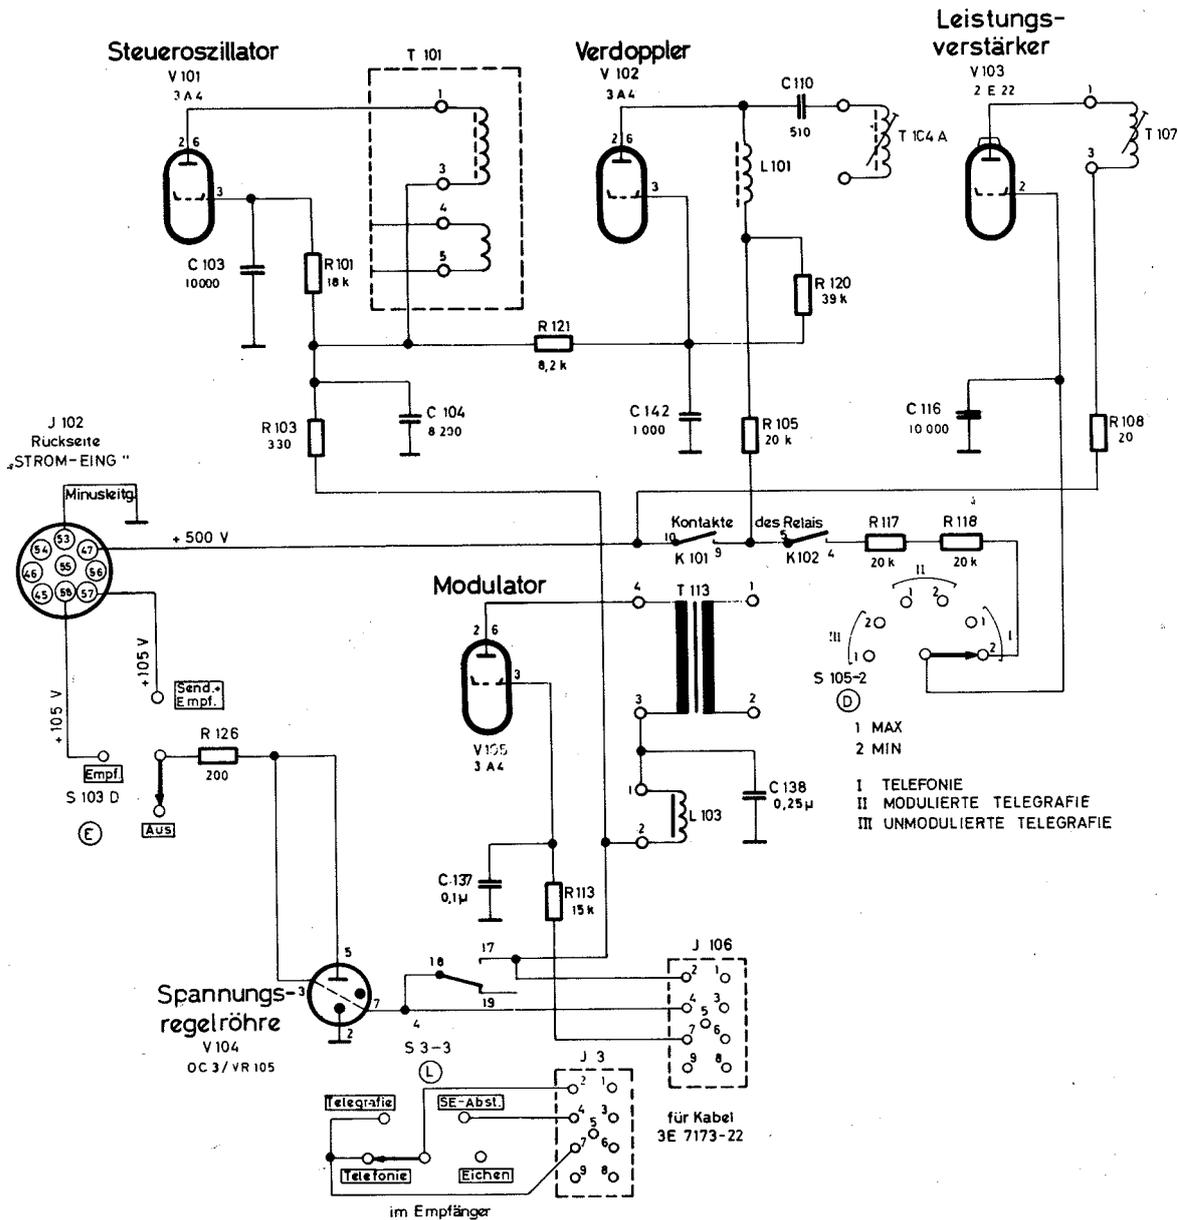

Bild 79 Anoden- und Schirmgitterkreise des Senders
3. Das Schirmgitter erhält Spannung über den Abfallwiderstand R 113, der mit dem Stützpunkt 7 der Buchsenplatte J 106 verbunden ist. Der Stützpunkt 7 an der Buchsenplatte J 106 ist mit dem Stützpunkt 2 von J 106 durch die Kreise verbunden, die sich innerhalb des Empfängerchassis befinden (Bild 79). Der Stützpunkt 2 liegt an der Anodenplusleitung (Kontakte 17 und 18 des Tastenrelais K 101).
5.2.11 Anoden- und Schirmgitterkreise des Senders (Bild 79)
b) Die Anode des Leistungsverstärkers. Der Stützpunkt 47 liefert 500-Volt-Anodengleichspannung für die Leistungsverstärkerröhre V 103. Die Anode der Röhre V 103 ist durch die Spule T 107 und Widerstand R 108 mit Stift 47 des Steckers J 102 verbunden (Bild 79), d. h., bei Anschluß des Handgenerators oder des Stromversorgungsgerätes wird die Röhre des Leistungsverstärkers gespeist.